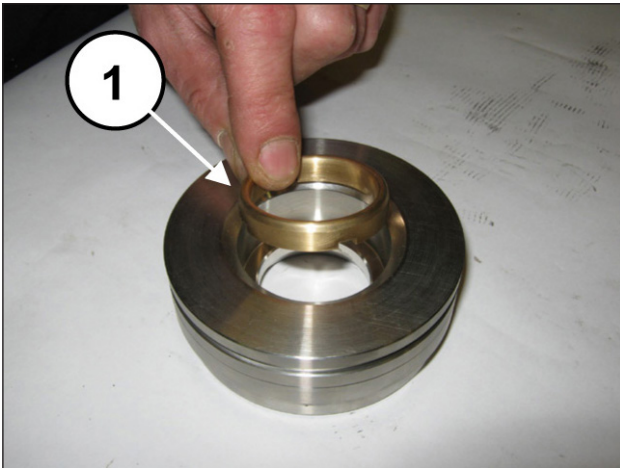
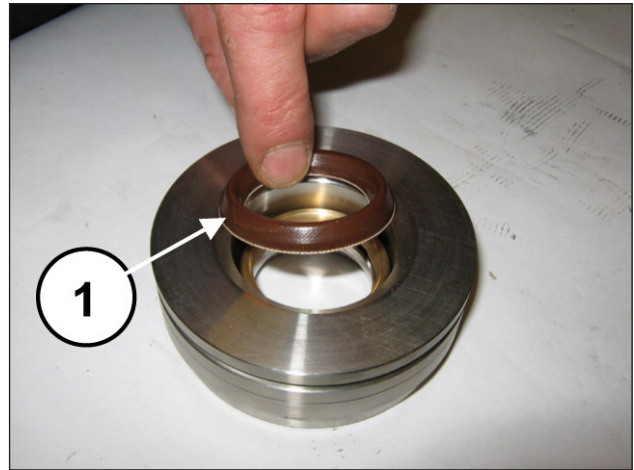
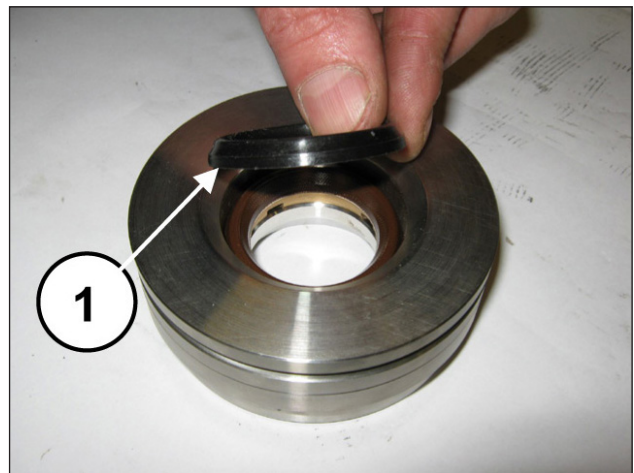

Abb. 176
Abb. 177
Abb. 178
Montieren Sie den Kopfring (Pos. ①, Abb. 176), die HD-Dichtung (Pos. ①, Abb. 177) und den Restop-Ring (Pos. ①, Abb. 178).